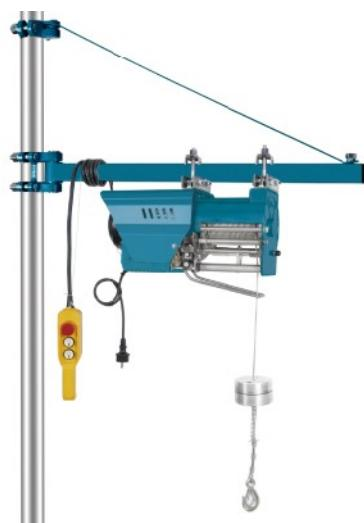

Рис.2
2. Для установки устройства BLDN используется новый механизм фиксации пряжки подвески. Повесьте пряжку прямо на балку и законтрите гайку. Размер установленной опорной балки должен соответствовать размеру пряжки. В случае круглой трубной балки можно использовать круглую трубчатую пряжку, предоставленную производителем (рекомендуется использовать круглую трубку с наружным диаметром Ø48 мм и сплошной стенкой для опорной колонны). Если возможно, выберите шероховатую поверхность, а не окрашенную или гладкую поверхность для увеличения адгезии. В любом случае должна быть обеспечена вертикальность и жесткость Ø48 трубы. При необходимости монтажа канатного подъемника по методике, показанной на (Рис.2), опорная колонна должна быть установлена на соответствующем месте работ в соответствии с требованиями пользователя. Опорная колонна должна иметь диаметр Ø48 мм с прочной настенной опорой и должна устанавливаться в устойчивом положении и выдерживать номинальный несущий вес в течение длительного времени. Соответствующий кронштейн подъемника должен быть надежно установлен. (Как показано на Рис. 2)